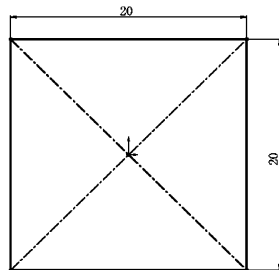

图 5-10 绘制草图
2) 绘制草图。在左侧的 FeatureManager 设计树中用鼠标选择“前视基准面”作为绘制图形的基准面。单击“草图”控制面板中的 (中心矩形) 按钮, 在坐标原点绘制正方形, 单击“草图”控制面板中的 (智能尺寸) 按钮, 标注尺寸后结果如图 5-10 所示。